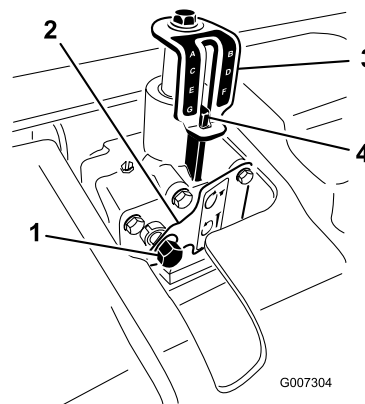

Figura 21
3. Inserite una presa con cricchetto da 9/16 poll. nell'albero di entrata del regolatore di profondità (Figura 21).
5. Ruotate il regolatore di profondità in senso orario (CW) per ridurre la profondità di arieggiatura oppure ruotatelo in senso antiorario (CCW) per aumentare la profondità di arieggiatura. (Figura 21).
6. Ruotate l'albero di entrata del regolatore di profondità fino ad ottenere la profondità desiderata come mostrato nell'adesivo dell'indicatore di profondità (Figura 21).
**Nota:** Diciassette (17) giri dell'albero di entrata del regolatore di profondità equivalgono a una variazione della profondità di circa 6 mm.